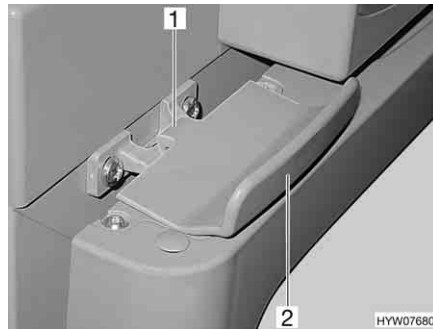

Bild 177 Lås till kylskåpsdörr, låst (Thetford)
- Öppna kylskåpsdörren med handtaget (Bild 177,2). Spärren (Bild 177,1) lossas automatiskt.